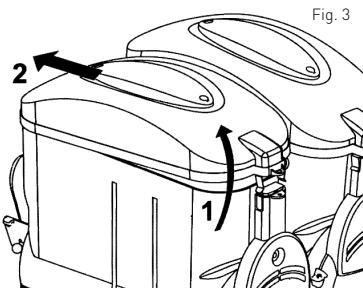
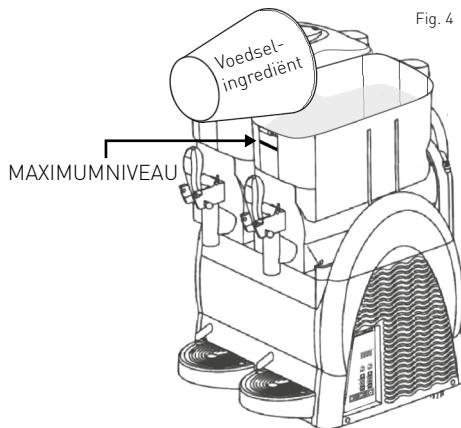

Fig. 3
Fig. 4
- **WAARSCHUWING:** Het voedselingrediënt mag alleen in de kom (2) worden gegoten als het apparaat is uitgeschakeld en de stekker is losgekoppeld van het stopcontact.
- Volg deze instructies om het deksel (1) van de kom (2) te halen [Zie Fig. 3]:
- 2) Haal het deksel (1) uit de houder aan de voorkant.
- Giet het voedselingrediënt in de kom (2) en let er daarbij op dat u de kom niet boven het "MAXIMUMNIVEAU" vult. [See Fig. 4]. (Giet geen hete vloeistof in de kom om gevaar te vermijden.)